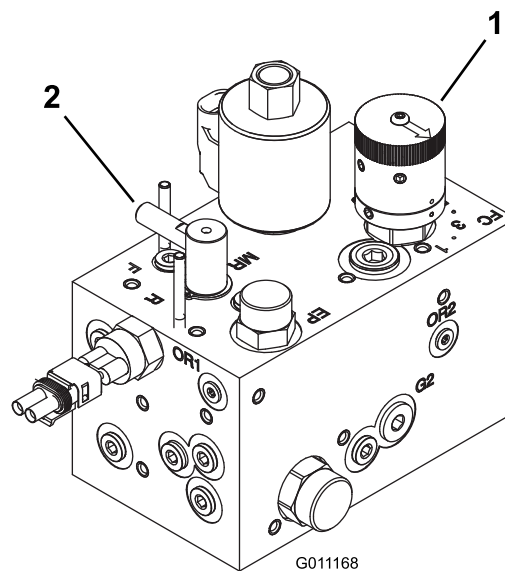

Figure 46
2. Tournez le bouton de commande de vitesse des cylindres (Figure 46) à la position correspondant au numéro trouvé à l'opération 1.